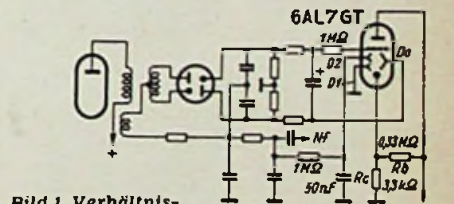
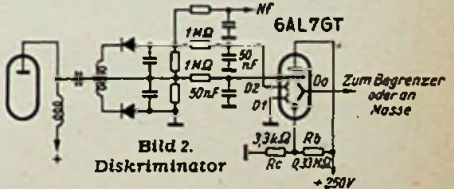

Bild 1. Verhältnis-Demodulator
Bild 2. Diskriminator
H. B. Karplus gibt die hier wiedergegebenen beiden Schaltungen an, mit denen eine wirklich befriedigende Abstimm-anzeige bei Anschaltung an FM-Demodulatoren möglich ist. Beiden gemeinsam ist, daß die Abstimmanzeigeröhre normalerweise fast gesperrt ist und durch eine positive Spannung, die aus der Demodulatorschaltung gewonnen und mehr oder weniger geöffnet wird. Bild 1 zeigt ein Beispiel für einen Verhältnis-Demodulator (Ratio-detektor). Der Serienwiderstand am Gitter der 6AL7GT (1 MΩ) verhindert ein zu starkes Anwachsen des Anodenstroms bei starken Signalen. Die Diskriminatorschaltung nach Bild 2 wird zweckmäßig mit Kristalldioden aufgebaut,